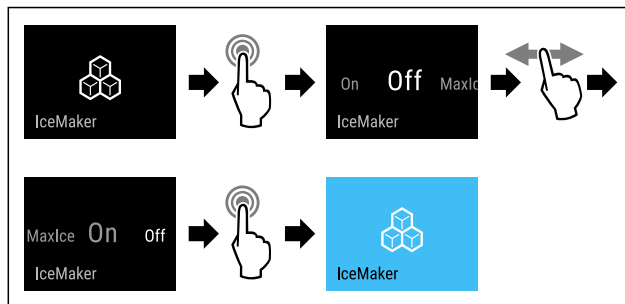

Fig. 19
► Følg anvisningene (se Fig. 19) .